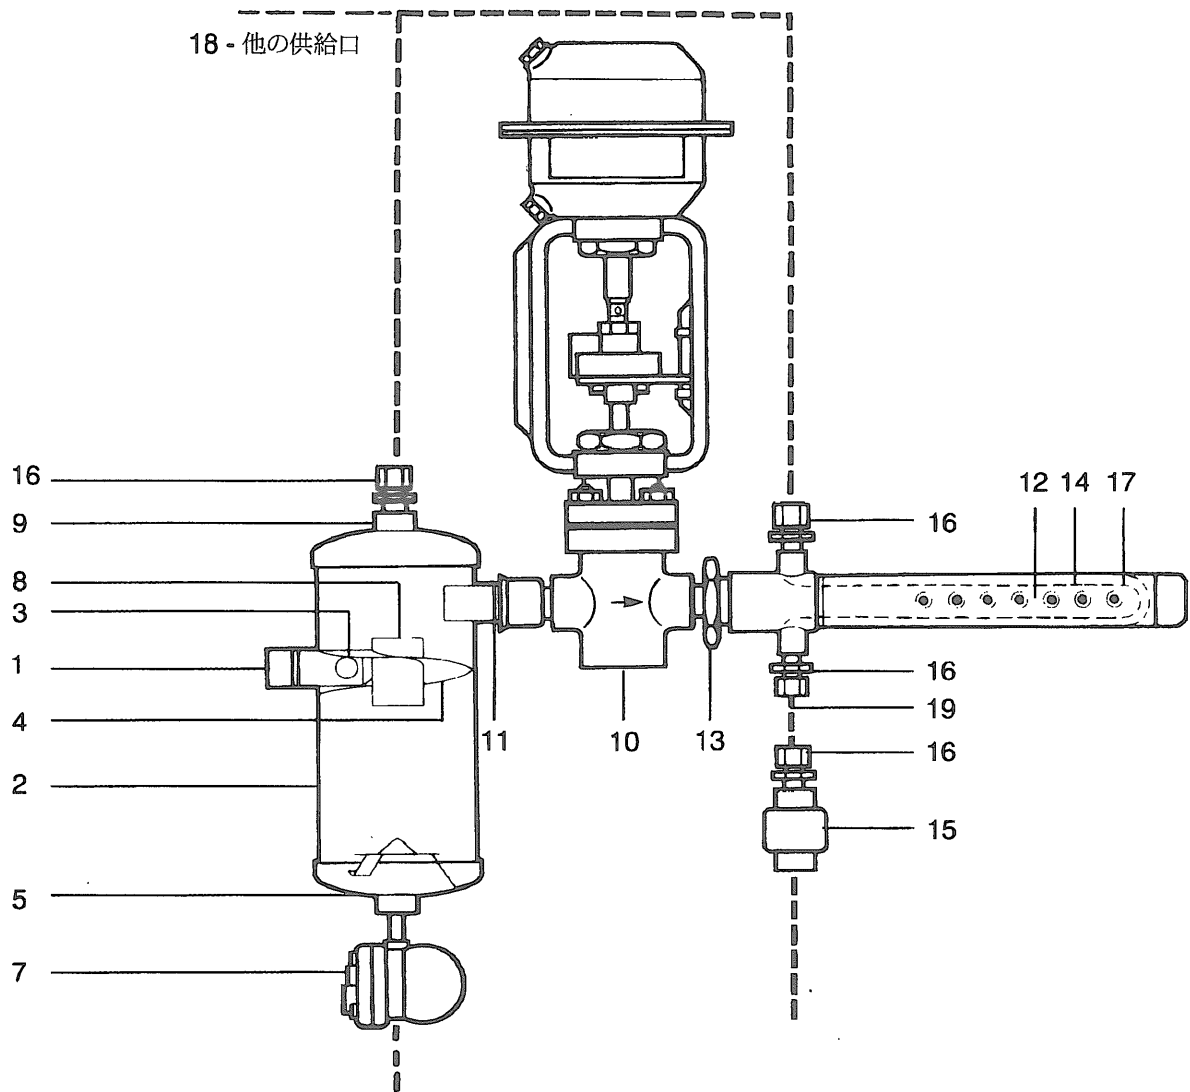

図 1.
1. 作動：(図1参照)
プレヒーターへの蒸気供給は図1に示したようにセパレーターの上部の出口から出来ます。他の方法として、コネクション(9)をプラグし、他の高圧でドライな蒸気源(18)から供給する事も可能です。スパイラックスではこの方法で圧力を0.4MPag (最高)にしてプレヒーターへの供給することを推奨します。この場合、セパレーター接続を8Aのプラグでシールします。ランスを冷えた状態から稼働温度まで加熱するのは短時間で可能ですが、制御弁を稼働させる前に約10分間させて下さい。
プレヒーターへの蒸気供給は図1に示したようにセパレーターの上部の出口から出来ます。他の方法として、コネクション(9)をプラグし、0.4MPag (最大)までの圧力でドライな蒸気源から蒸気を供給する事も可能です。推奨蒸気圧力は最低0.1MPagで最高は0.4MPagです。8A MST21(E)型のカプセル式トラップ1個で単数/複数の水平ランスのドレンが排出できます。ランスが水平の場合。プレヒーターへの供給圧力が0.1MPag以下の場合には、MST18(E)型をスパイラックスのFT14型フロート式トラップ(自動空気抜き弁付き)又はTD259をお奨めします。2個ランス・システムは図2をご覧ください。複数ランス・システム用の代表的な施工例は図11、12並びに13を参照して下さい。冷却管(19)のながさは最低でも250mmとって下さい。
スパイラックスのS I型加湿システムは4つの基本的な部分で構成されています。(図1参照)
- 1.3 2個のコンプレッション・フィッティング(図1の部品16)が各ランスに同封されています。各セパレーターおよび各ランスに、2個の8A×8mmのコンプレッション・フィッティングが付いています。蒸気供給とランスの間のプレヒート配管を接続するため、またはプレヒート回路からトラップへの排出を接続するためのものです。
- 2.2 1本のランスは弁(図1の9)の出口に同封のパイプ部品(図7～10を参照)を用いて直接接続できます。これらの部品は弁が注文された時点で、取り付け弁のフランジ又はねじ込み接続形態に合わせて供給されます。